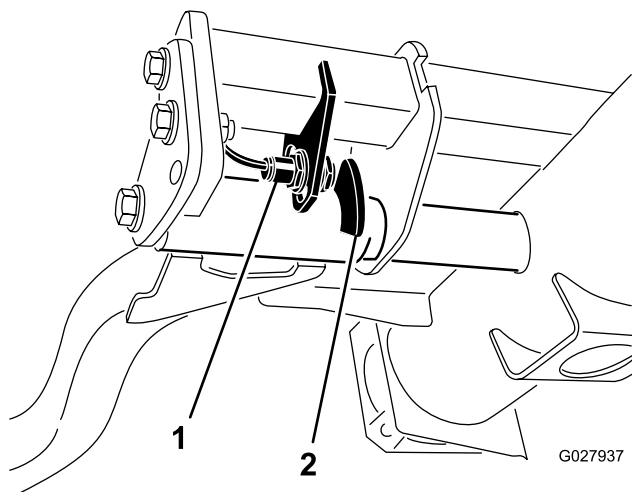

Figure 30
2. Le contacteur des bras de levage se trouve sous le réservoir hydraulique, derrière le bras de levage avant droit (Figure 30).
3. Desserrez les vis de fixation du contacteur (Figure 30) et descendez le contacteur pour augmenter la hauteur du changement de direction des bras de levage ou montez-le pour réduire la hauteur du changement de direction.